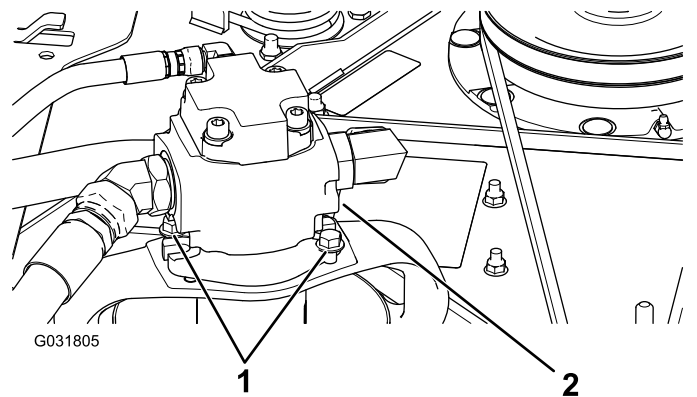

図 125
5. 油圧モータをカッティングユニットに固定しているボルトを外す 図 125。
3. 油圧モータをカッティングユニットに固定しているボルトを外す 図 125。